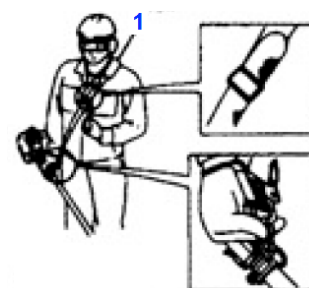

Fig. BC7
4.6- Inserimento della cinghia (Fig. BC7)